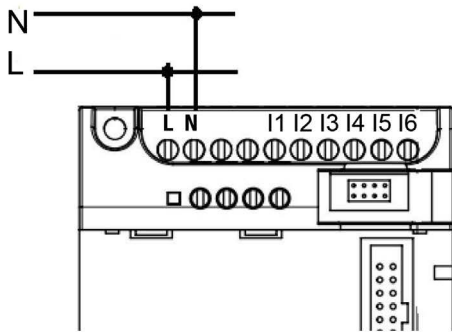
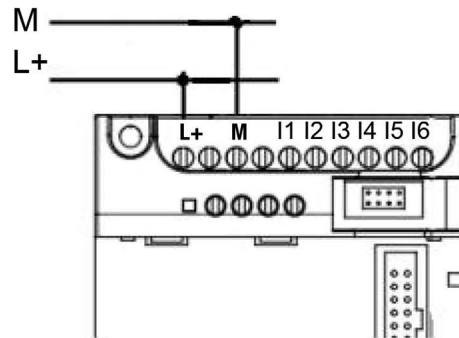

Abbildung 2.4 AC Typ
Abbildung 2.5 DC Typ
3. Für BoxX 2s, wie AF-10MR-E2 und AF-20MR-E2, ist die anwendbare Versorgungsspannung 12 - 24 V UC. Der Schaltplan für die Stromversorgung der BoxX 2-Serie ist in Abbildung 2.4 und Abbildung 2.5 dargestellt.